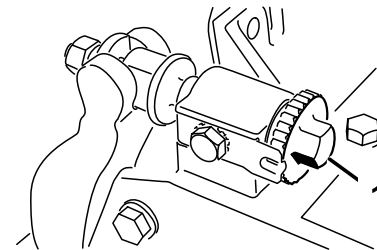
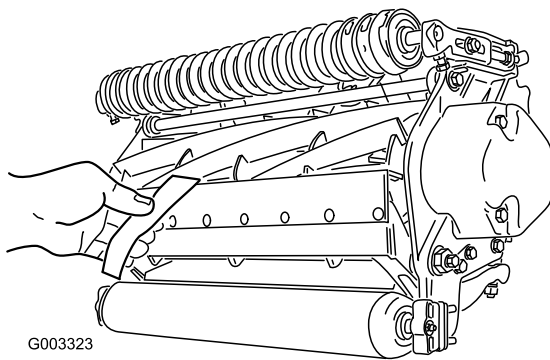

Figura 8
Figura 9
1. Coloque a máquina numa superfície de trabalho plana e nivelada. Não deixe que haja contacto com o cilindro, rodando os parafusos de ajuste da barra de apoio no sentido contrário ao dos ponteiros do relógio (Figura 8).
- Importante:** Certifique-se de que as porcas nos parafusos da extremidade traseira da barra de apoio não estão apoiadas na superfície de trabalho (Figura 8).
3. Numa das extremidades do cilindro, introduza uma tira de jornal entre o cilindro e a lâmina de corte (Figura 9). Enquanto roda ligeiramente o cilindro para a frente, rode o parafuso de ajuste da barra de apoio (Figura 8) no sentido dos ponteiros do relógio na mesma extremidade do cilindro, uma posição de cada vez, até que o papel esteja ligeiramente apertado, quando inserido pela parte dianteira, paralela à lâmina de corte. Quando puxar o papel, sentirá uma ligeira pressão.
5. Depois de ajustar, verifique se o cilindro aperta o papel quando este for inserido pela frente e se corta o papel quando este for inserido num ângulo recto, relativamente à lâmina de corte (Figura 9). Deve ser possível cortar o papel ao mínimo contacto com a lâmina de corte e as lâminas do cilindro. Se for evidente contacto/pressão excessivos será necessário voltar a polir a unidade de corte para obter pontas afiadas, imprescindíveis para um corte de precisão (consulte o manual de afinação de cilindros e cortadores rotativos Toro, Formulário N° 80-300PT).